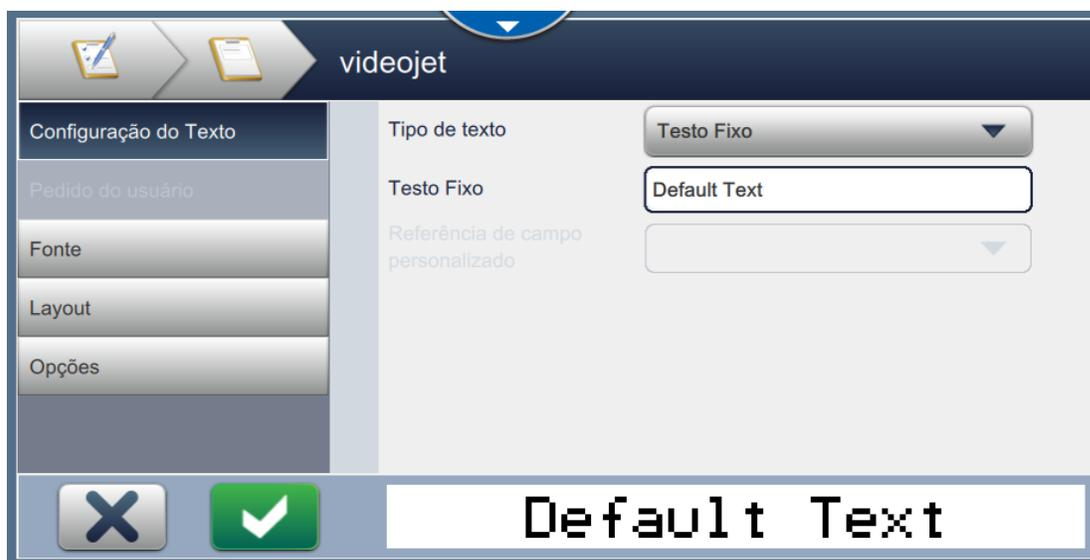

Figura 5-5: Tela Configurações de campo
8. Altere os parâmetros conforme necessário na tela de configurações para o campo selecionado, como mostra a Figura 5-5. Toque no botão  para salvar o formato de campo necessário.